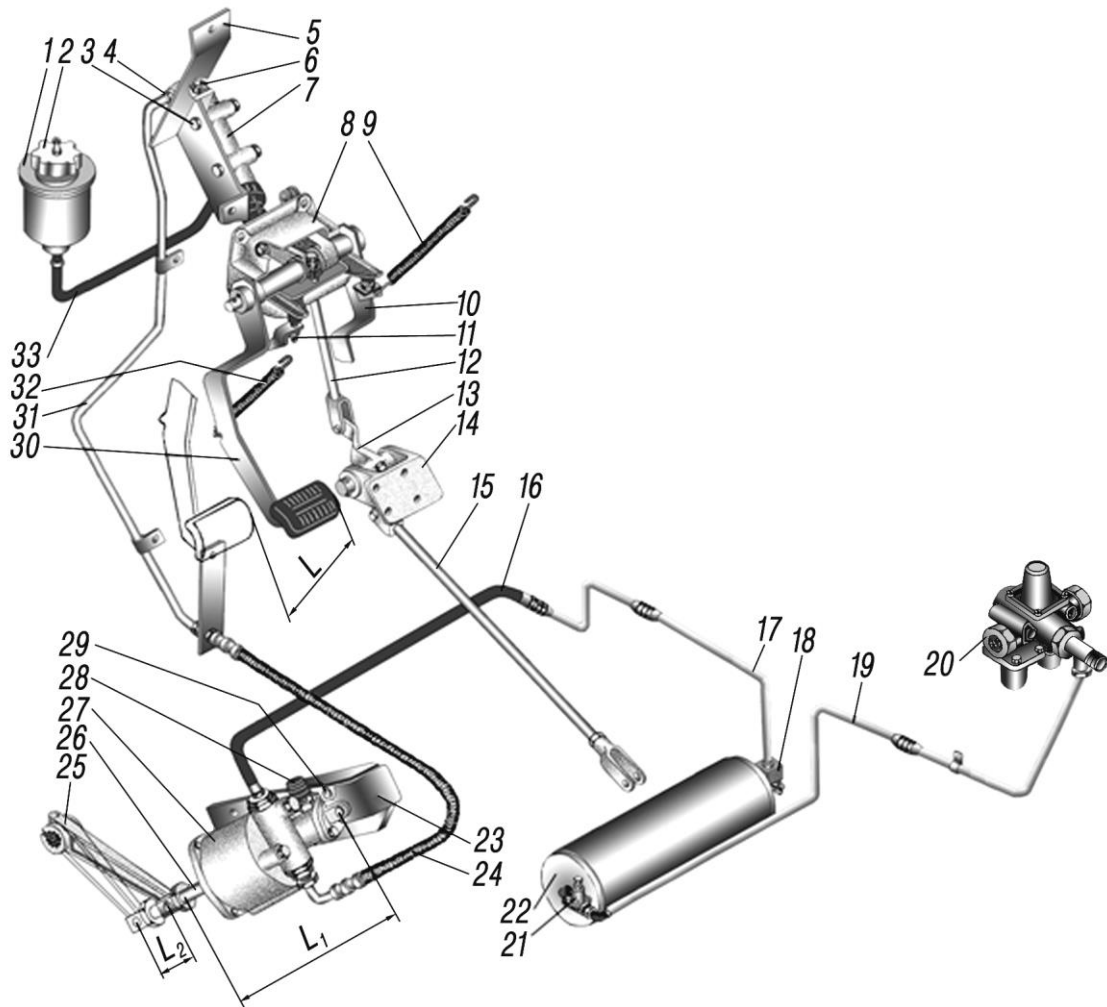
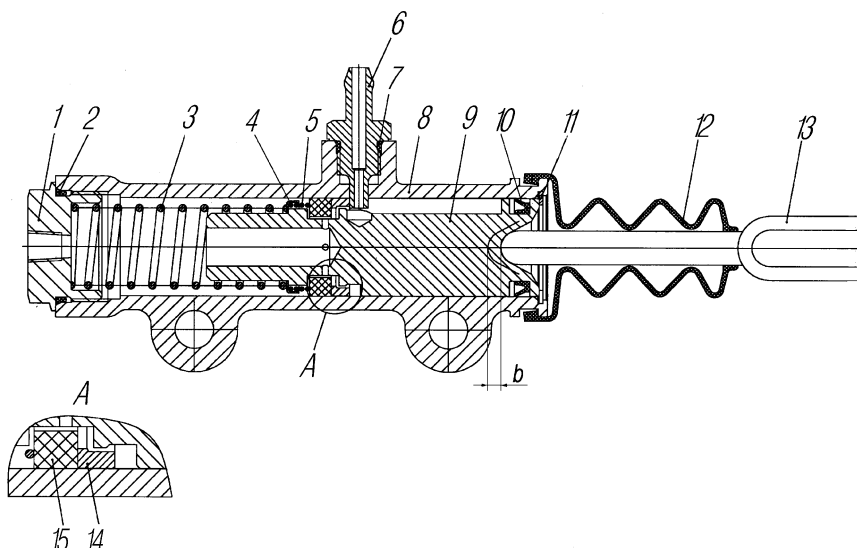

Рис.25. Привод управления сцеплением:
Рис. 26. Цилиндр главный:
Главный цилиндр 7 (рис. 25) установлен в мотоотсеке и крепится на кронштейне к передней панели кабины. На поршень воздействует толкатель 13 (рис. 26), который через рычаг соединен с педальным механизмом 8 (см.рис. 25).
Главный цилиндр сцепления. Конструкция главного цилиндра показана на рис. 26. При необходимости ремонта при сборке кольцо 14 устанавливать как показано на рис. 26.
- ослабить контргайку упора 11 (см.рис. 25) и завернуть его до упора в педаль;
- упором 11 отрегулировать свободный ход педали, зазор между толкателем 13 (см. рис. 26)и поршнем должен быть $b=0,2-0,6$ мм, что соответствует ходу педали 1-3 мм;
- с износом фрикционных накладок ведомого диска сцепления рычаг 25 (см. рис. 25) поворачивается против часовой стрелки, минимально допустимый размер $L_1=254$ мм. при удовлетворительном состоянии накладок и при достижении минимального размера L_1 переставить рычаг 25 на один шлиц по часовой стрелке;